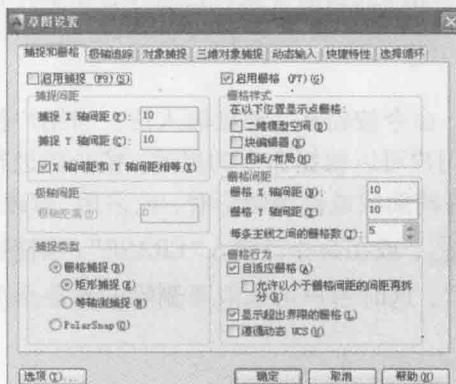

图 1-3 【草图设置】对话框
(1) 捕捉：当打开此模式时，光标只能沿 X 或 Y 轴移动，每次移动的距离可以设置。右键单击 ，弹出快捷菜单，选择【设置】选项，打开【草图设置】对话框，如图 1-3 所示，在【捕捉和栅格】选项卡的【捕捉间距】分组框中可以设置光标移动捕捉的距离。
(2) 栅格：栅格是覆盖用户坐标系 (UCS) 的整个 XY 平面的直线或点的矩形图案。使用栅格类似于在图形下放置一张坐标纸。利用栅格可以对齐对象并直观显示对象之间的距离。不打印栅格，其沿 X、Y 轴的间距可在【草图设置】对话框【捕捉和栅格】选项卡的【栅格间距】分组框中设定。